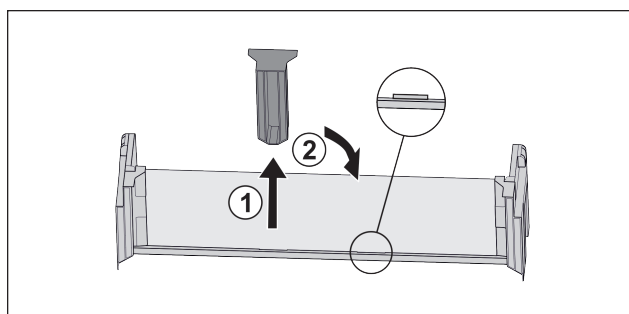

Fig. 26
- ▶ Dra ut den fästdelen i mitten Fig. 26 (1).
- ▶ Sätt in fästdelen i mitten i andra läget Fig. 26 (2).